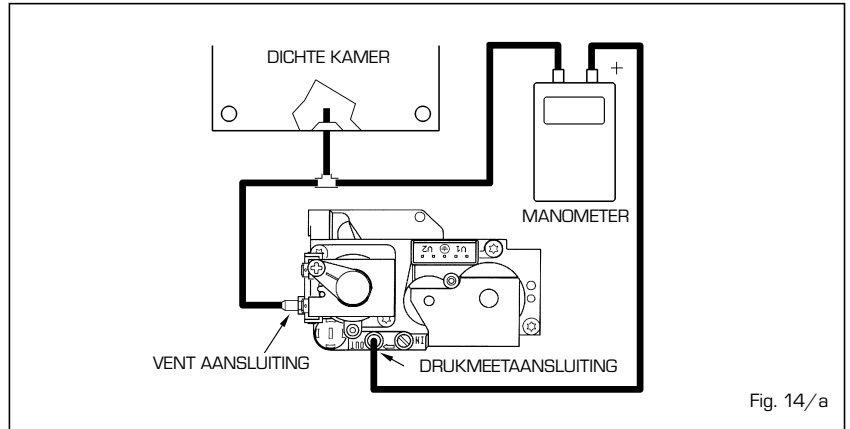

Fig. 14/a
4.2 GASKLEP (fig. 14)
LET OP: Om de maximum en minimum druk te controleren moet u het plastic kapje van de modulator (3 fig. 15) erop laten zitten en de manometer zoals getoond op fig. 14/a monteren. Om de druk in te stellen moet u de VENT aansluiting van de dichte kamer afkoppelen.
- Sluit een manometer in U-vorm met waterkolom of een gewone manometer op de drukmeetaansluiting stroomafwaarts van de gasklep aan (4 fig. 14).
- Koppel de VENT aansluiting van de dichte kamer af (fig. 14/a).
- Schakel de stroomtoevoer van de modulator uit en verwijder het plastic kapje (3) van de modulator.
- Draai net zolang aan de schroef (2) totdat u de waarde van de minimum druk vindt zoals vermeld in **Tabel 3**. Om de druk te verlagen moet u de schroef tegen de wijzers van de klok in draaien; om de druk te verhogen moet u de schroef met de wijzers van de klok mee draaien.